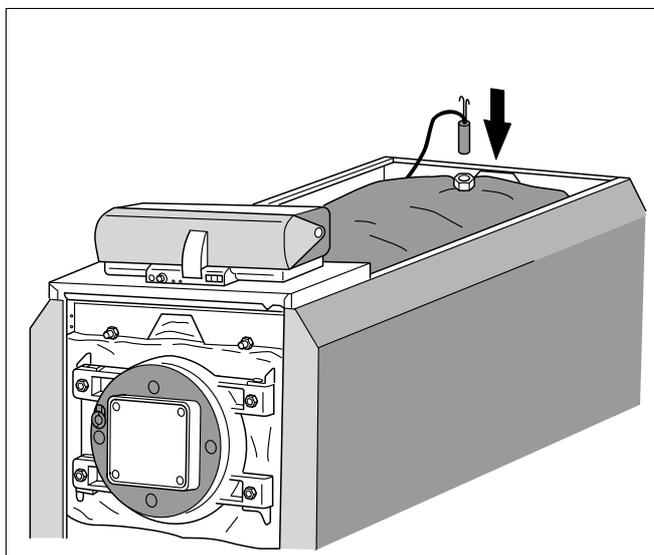

Fig. 16 Inserire le sonde nel pozzetto ad immersione.
- Portare i capillari con le sonde al pozzetto ed inserire le sonde nel pozzetto stesso (punto di misurazione M) fino all'arresto (fig. 16).